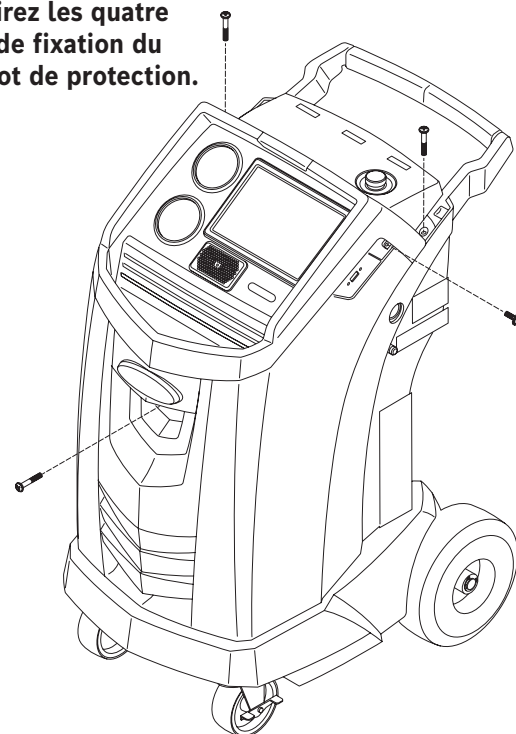

Figure 10
2. Retirez la bouteille d'huile et les quatre vis de fixation du capot de protection. Voir Figure 10. Accrochez le capot de protection à l'arrière de la machine.